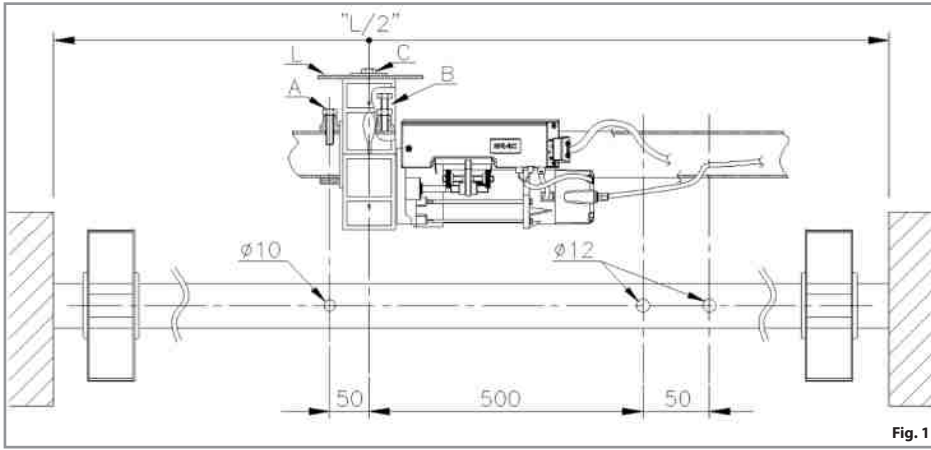
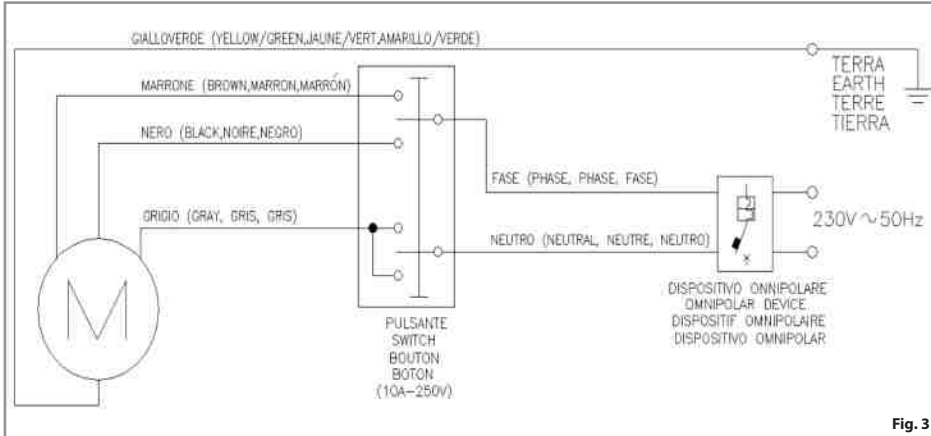
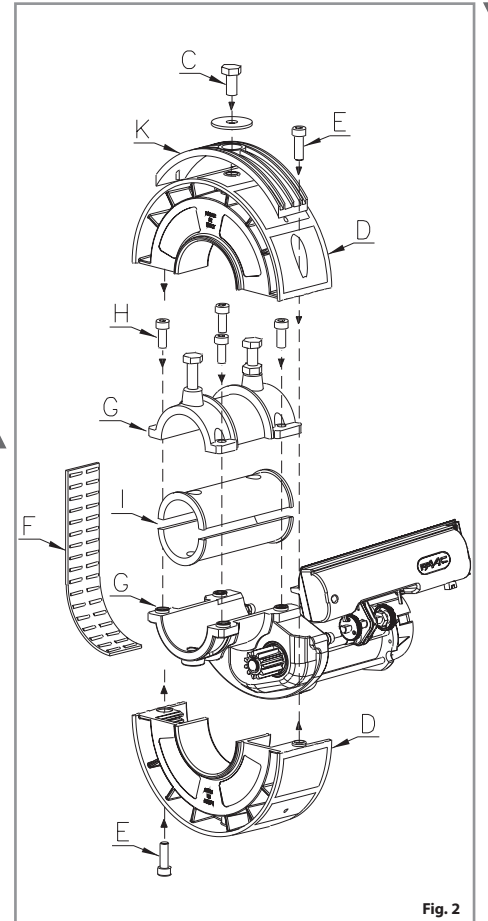

Fig. 1
Fig. 3
Fig. 2
- 2) Effectuer sur l'arbre du rideau les trois crevaisons comme indiqué en fig.1.
- 3) Déplacer la vis M10 (C) de la couronne du motoréducteur.
- 5) Enlever délicatement la bande en plastique avec roulements (F), en faisant très attention à éviter les pliages qui causeraient l'écoulement des roulements.
- 6) Séparer les deux éléments du motoréducteur en dévissant les quatre vis M8 (H).
- 7) Dans le cas où l'arbre du rideau est inférieur à 60mm tirer profit des appropriés manchons de réduction Ø33 / Ø42 / Ø48 (I) en leur donnant une position en rapport au trou d'un diamètre de 10mm effectué auparavant (Fig.1).
- 8) Accoupler sur le tube du rideau le corps inférieur avec le corps supérieur par les quatre vis M8 (H) enlevées précédemment.
- 9) Visser la vis M10 (A) privée de l'écrou hexagonal et la faire pénétrer à l'intérieur de la fibre du rideau dans le trou de 10mm (Fig.1).
- 10) Visser la vis M10 avec l'écrou (B) de manière à bloquer le motoréducteur sur l'arbre et serrer le susdit écrou.
- 11) Appliquer dans la plate appropriée la bande in plastic avec roulements (F).
- 12) Appliquer les demi couronnes (D) avec les deux vis M8. En présence de boîtes à ressorts diamètre 220 mm il est nécessaire de monter les adaptateur (K) (voir figure 2).
- 13) Effectuer un trou de 12mm dans le dernier élément du rideau (L), en correspondance du trou passémenté M10 déjà existant dans la couronne du moteur.
- 14) Fixer le dernier élément du rideau sur le moteur avec la vise M10 (C) et la rondelle (Fig.1).
- 15) Faire les connexions électriques comme indiqué en fig.3 en passant le câble 4x0.75 mm² à l'intérieur de arbre du rideau tout en évitant tout contact avec les parties tournantes (Fig.1). En présence de moteur avec de l'électro-frein, introduire la gaine du frein à l'intérieur du second trou Ø12 (ne pas plier le câble avec une courbure trop prononcée).
- 20) Dans le cas d'une installation contraire par rapport à la Fig.1, agir de manière inverse à ce qui a été décrit vu que le microinterrupteur 2 arrêtera la descente tandis que le microinterrupteur 1 arrêtera la montée.
- 2) Efectuar sobre el árbol del cierre metálico los tres taladros como mues la fig.1.
- 3) Extraer el tornillo M10 (C) de la corona del motorreductor.
- 4) Desmontar la corona (D) desatornillando los dos tornillos M8 (E) como mues la fig.2.
- 5) Extraer con delicadeza la faja de plástico con rodamiento (F) evitando fuertes pliegues que causarín el derrame de los rodimientos (Fig.2).
- 6) Separar los dos elementos del motorreductor destornillando los cuatro tornillos M8 (H).
- 7) En el caso de que la barra del cierre sea inferior a 60mm utilizar los mandos de rieducción existentes Ø33 / Ø42 / Ø48 (I) a tal efecto, posicionandolos con referencia al agujero de diametro 10mm efectuado precedentemente (Fig.1).
- 8) Ensamblar sobre el árbol del cierre metálico el cuerpo inferior con el superior a traves de los cuatro tornillos M8 (H) que se quitaron precedentemente.
- 9) Atornillar el tornillo M10 (A) sin la tuerca.
- 10) Atornillar el tornillo M10 con tuerca (B), de tal modo que se bloquee el motorreductor en la barra y apretar la mencionada tuerca.
- 11) Colocar en el lugar correspondiente la faja de plástico con rodamiento (F).
- 12) Colocar las semicoronas (D) apretandolas con los dos tornillo M8. En el caso de tambor puertamolle diametro 220 mm es necesario montar el espesor de plastico (K) sobre la corona del motor.
- 13) Effectuar un taladro de 12mm en el ultimoelemento del cierre metálico (L) en correspondencia del taladro fileteado M10 ya existente sobre la corona del motor.
- 14) Llevar el ultimo elemento del cierre metálico sobre el motor y fijarse en él a través del tornillo M10 (C) con randella (Fig. 1).
- 15) Llevar a cabo las conexiones eléctricas como mues la fig.3 pasando el cable 4x0.75 mm² situado en el interior de la barra del cierre evitando cuaquier contacto con las partes giratorias. En presencia de motor con electrofreno, introducir la funda del freno dentro del segundo taladro Ø12 (Dejar el cable sin curvas pronunciadas).
- 20) En el caso de una instalacion contraria respecto a la fig.1, actuar en modo contrario a todo lo aqui descrito ya que el microinterruptor 2 parara la bajada mientras el microinterruptor 1 parara la subida.
- 2) Efetue no veio da grade de enrolar os três orifícios mostrados na fig. 1.